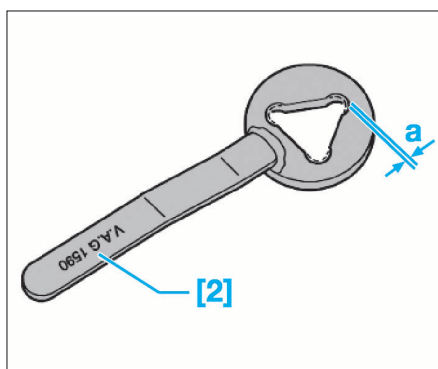

FIG. 12
- [2]. Outil de blocage de la poulie de pompe à eau (ref. V.A.G 1590) (Fig.12).
- Déposer la poulie de pompe à eau en maintenant la poulie avec l'outil [2] (Fig.12).